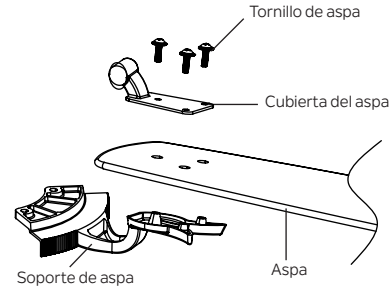

Figura 18
**Paso 1.** Coloque el aspa sobre el soporte con el poste roscado hacia afuera. Asegúrese de que el borde inferior del aspa esté completamente asentado contra el soporte. Coloque la cubierta del aspa en la parte superior del aspa, y ubique los orificios sobre los postes roscados. Apriete con tres tornillos del paquete de accesorios para asegurar el aspa al soporte. (Figura 18)